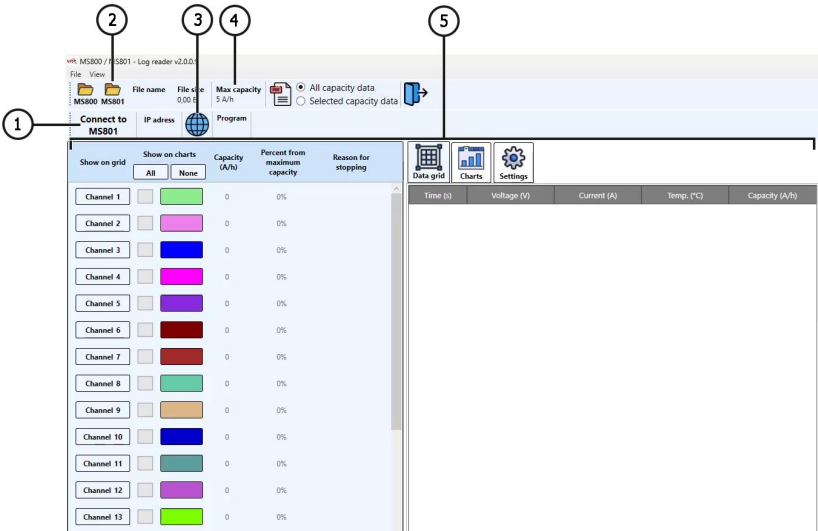
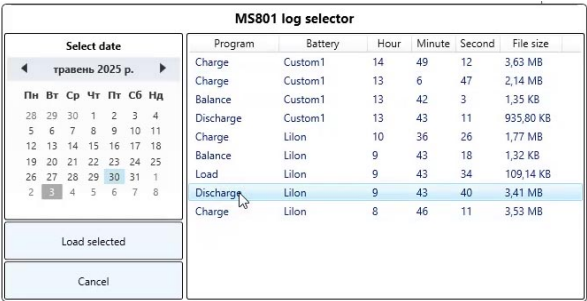

Рисунок 24
Рисунок 27
1. Запустіть програму **TesterLogReader**. Вікно програми містить (рис. 24):
4. Відкрийте журнал збережених звітів (див. поз. 3 рис. 24). У вікні, що відкриється, виберіть дату, після чого у лівій частині вікна з'являться збережені звіти за цей день (див. рис. 27).